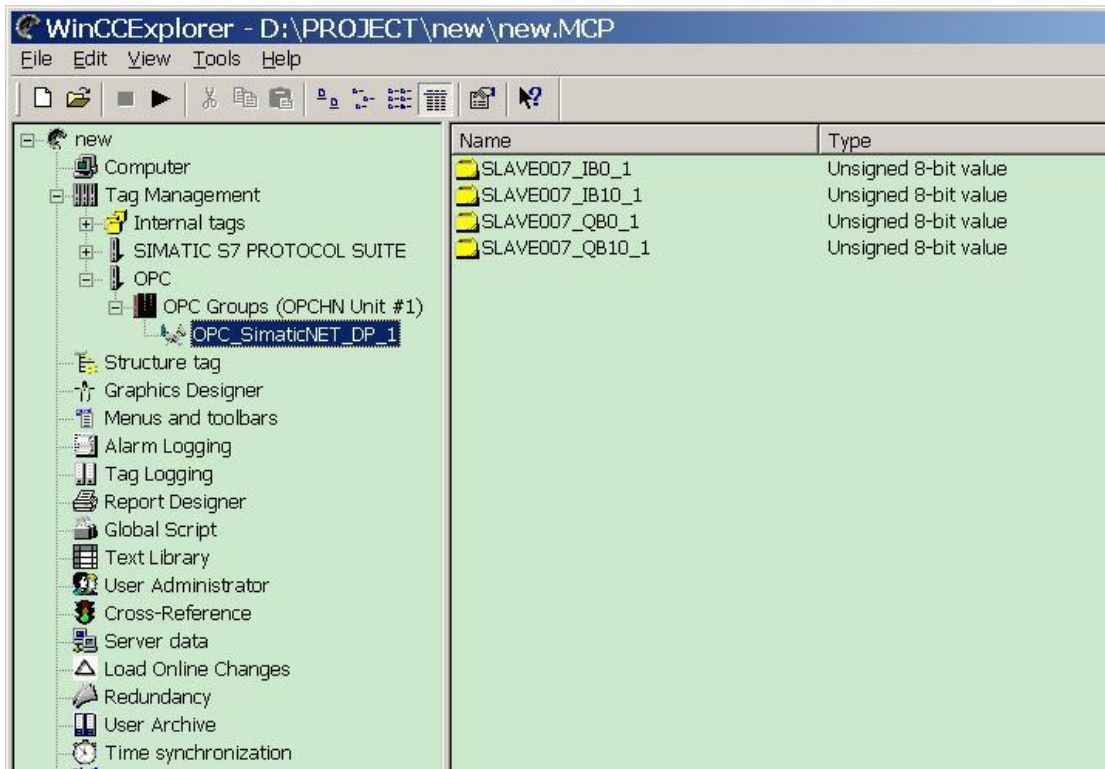

图 47 添加变量结束
11. 这时可在 WinCC 变量管理器中查看到添加的变量，如图 47 所示。